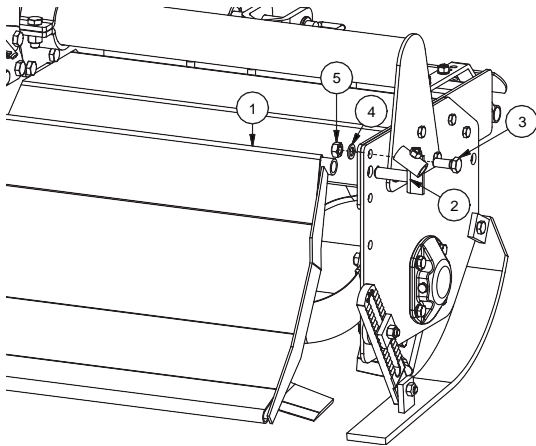

FIG. 8
- Montera sladdplankan (1, fig. 8) och placera den mellan ramsidorna; skjut in stöden (2) genom sladdplankan på båda sidorna; lås fast stöden med skruv (3), bricka (4) och mutter (5).